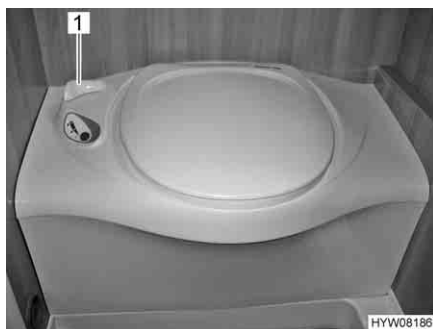

Bild 247 Thetford-toalett
- Öppna spjället på Thetford-toaletten före spolning. Därtill vrids spjällspaken (Bild 247,1) moturs.
- Efter spolning stängs spjället. Därtill vrids spjällspaken (Bild 247,1) medurs.